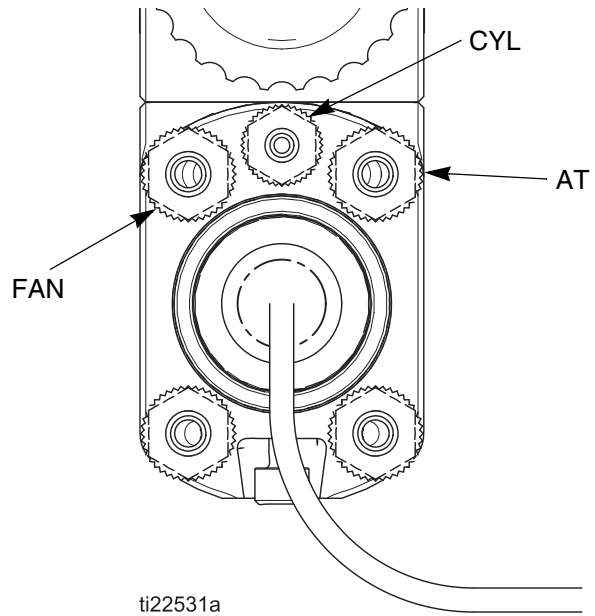

FIG. 19 Conexiones de aire del colector
6. Utilice el regulador de presión de aire de la línea de suministro de aire de atomización (AT) para ajustar el grado de atomización. (Consulte FIG. 19.) Por ejemplo, para un caudal de fluido de 0,3 litros por minuto (10 onzas por minuto), una presión de atomización típica sería 1,4-2,1 bar (0,14-0,21 MPa, 20-30 psi) en el colector de la pistola.
Vea FIG. 19 en la página 28.